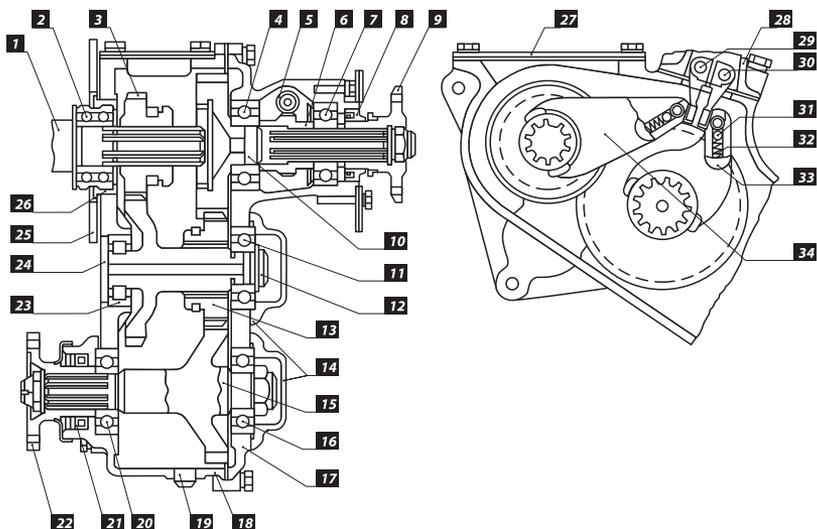

Рис. 1
❗ **ВНИМАНИЕ:** Перед снятием Раздаточной коробки (в дальнейшем РК) с автомобиля слейте масло, открутив гайку [19] (Рис. 1). Объем масла в РК – 0,8 л.
1. Открутите крепление переднего и заднего карданов к фланцам [9], [22] (Рис. 1).